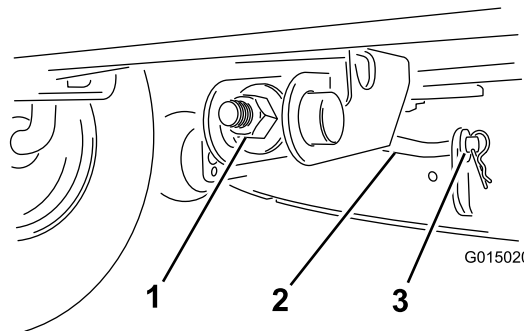

Figura 39
8. Per regolare l'inclinazione longitudinale della lama, ruotate il dado di regolazione nella parte anteriore del tosaerba (Figura 39).